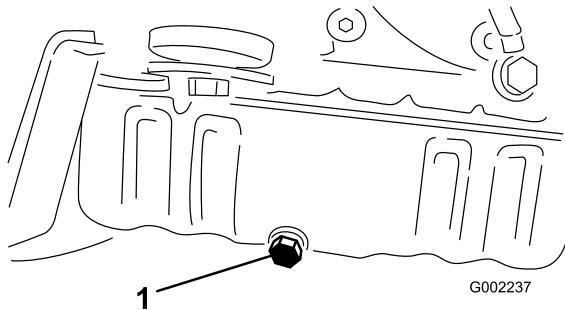

Figura 39
5. Togliete il tappo di spurgo. (Figura 39).